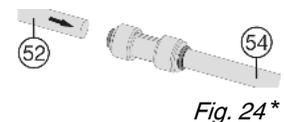

Fig. 24*
► Raccorder les rallonges de tuyaux Fig. 24 (54) fournies aux tuyaux de l'appareil Fig. 24 (52) : insérer les tuyaux de l'appareil dans les connecteurs jusqu'à la butée (env. 11/16 " (17 mm) (voir 12) .*